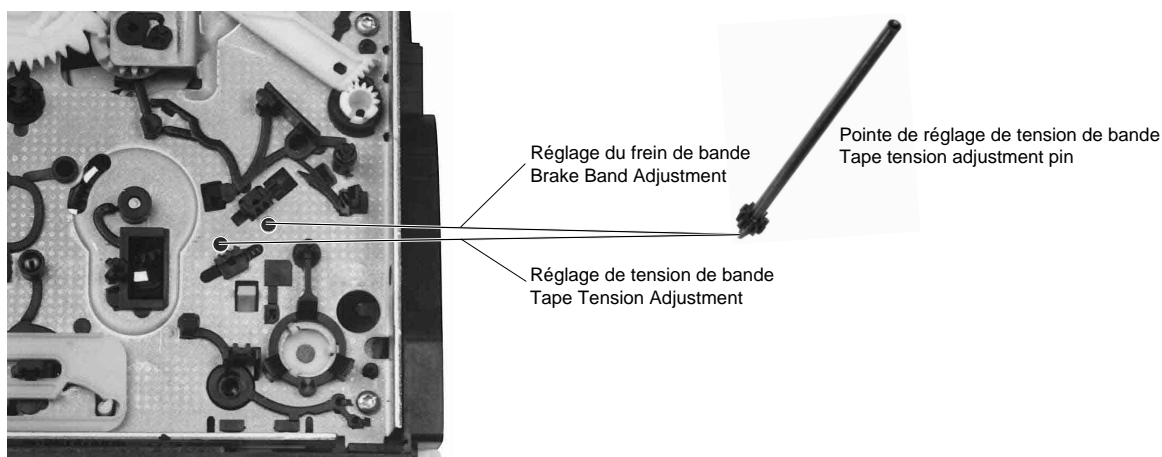
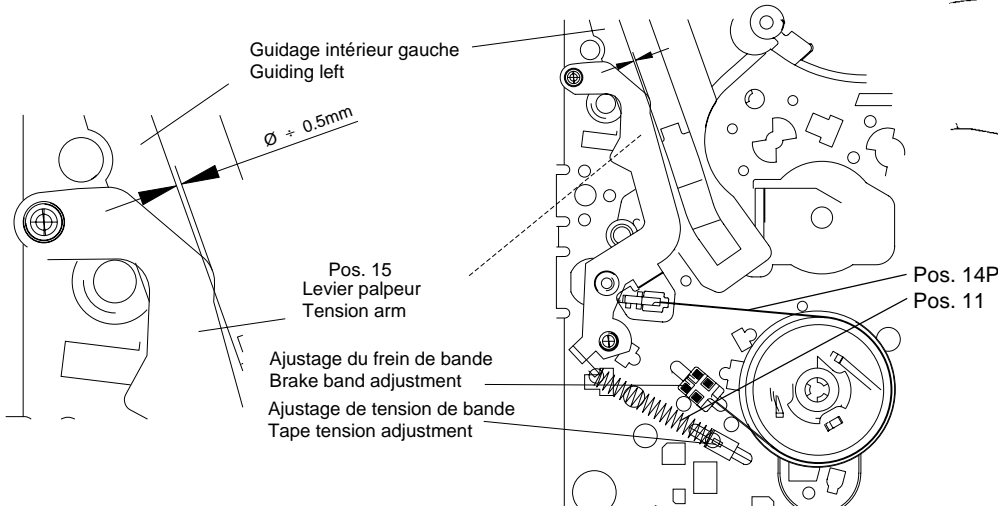

Fig. 26
Fig. 27
- A l'aide de l'outil de réglage de tension de bande (depuis la partie inférieure de la mécanique, Fig. 26) régler le frein (Fig. 27, Pos. 14P) de telle sorte que le bras du palpeur de tension de bande (Pos. 15) se superpose avec l'arrêt de guidage intérieure gauche du rail de gauche (Fig. 27).
- A l'aide de l'outil de réglage régler le ressort (Fig. 27, Pos.11) sur une traction de bande de $0,24N \pm 0,02N$ ($24g \pm 2g$) (Fig. 27).